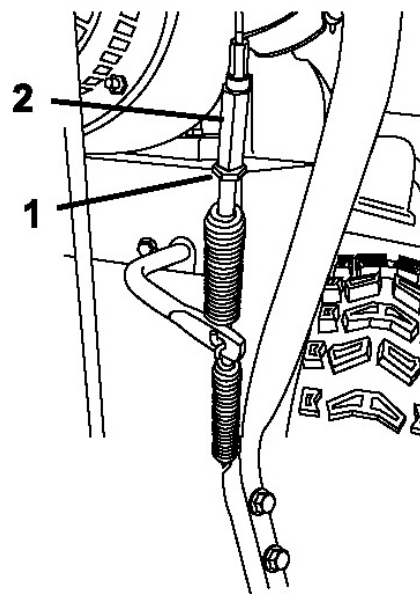

Рисунок 46.
5. Ослабьте контргайку (Рис. 46).
6. Ослабьте или подтяните стяжную муфту, чтобы отрегулировать натяжение троса (Рис. 46).